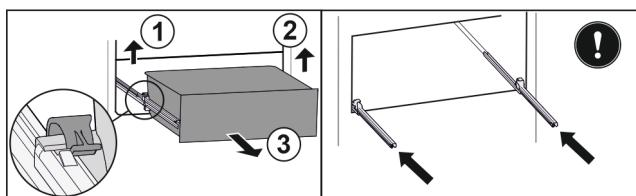

Fig. 46
- Повдигнете лявата скоба и едновременно с това изтеглете напред чекмеджето отляво. Fig. 46 (1)
- Повдигнете дясната скоба и едновременно с това изтеглете напред чекмеджето отдясно. Fig. 46 (2)
- Извадете чекмеджето напред. Fig. 46 (3)